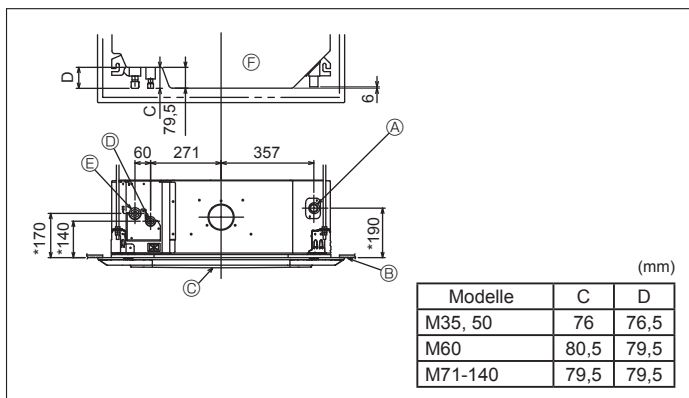

Fig. 3-3
3.3. Lage der Kältemittel- und Abflußrohrleitung der Innenanlage (Fig. 3-3)